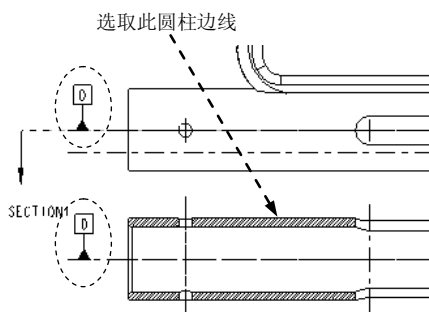
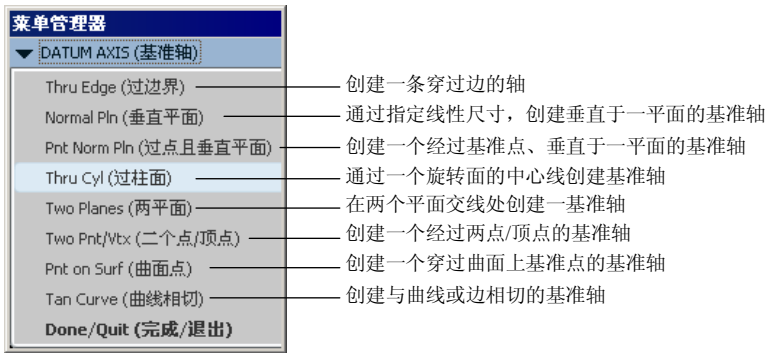

图 10.7.1 创建基准轴
图 10.7.3 “基准轴”菜单
下面将在模型 body 的工程图中创建图 10.7.1 所示的基准轴 D，以此说明在工程图模块中创建基准轴的一般操作过程。
(2) 单击该对话框中的 **定义...** 按钮，在弹出的图 10.7.3 所示的“基准轴”菜单中选取 **由圆柱边线** 命令，然后选择图 10.7.1 所示的圆柱的边线。
- (3) 在“轴”对话框的类型选项组中单击  按钮。
- (4) 在“轴”对话框的放置选项组中选择 在基准上 单选项。
- (5) 在“轴”对话框中单击  按钮，系统即在每个视图中创建基准符号。